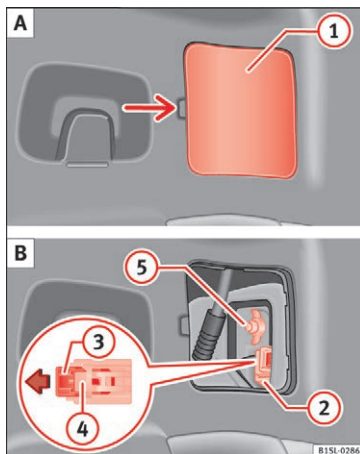

Fig. 88 I siden af bagagerummet: A: Afmontering af afdækning. B: Afmontering af baglygte
2. Vip forsigtigt afdækningen **1** af » **Fig. 88 A**.
3. Træk låsemekanismen **3** på tilslutningsstikket **2** i pilens retning » **Fig. 88 B**. Anvend i den forbindelse skrue-trækkeren fra bilens værktøj som hjælp.
4. Tryk på fastgørelsen **4**, og træk stikket **2** » **Fig. 88 B** af.
5. Skru vingemøtrikken af (5) » Fig. 88 B.
12. Hold baglygten i monteringsposition med den ene hånd, og spænd vingemøtrikken (5) fast med den anden hånd » Fig. 88 B.
14. Sæt tilslutningsstikket (2) på pæreholderen, og tryk låsemekanismen (3) ind i stikket modsat pilens retning » Fig. 88 B.